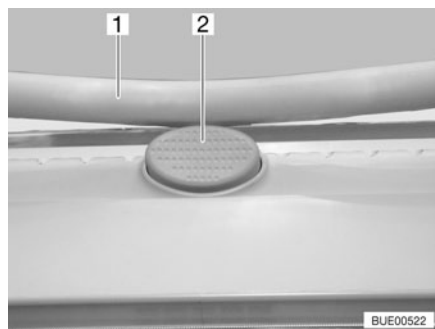

Fig. 49 Bouton de sûreté sur le lanterneau Heki
- Appuyer sur le bouton de sûreté (Fig. 49,2) et tirer l'étrier (Fig. 49,1) vers le bas avec les deux mains.
- Pousser l'étrier vers le haut avec les deux mains jusqu'à ce que ce dernier se trouve au-dessus du bouton de sûreté (Fig. 49,2).